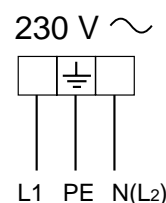

Fig. 6.1
- ✓ El cable eléctrico debe estar conectado con la regleta de bornes de acuerdo con el esquema expuesto en la fig. 6.1.